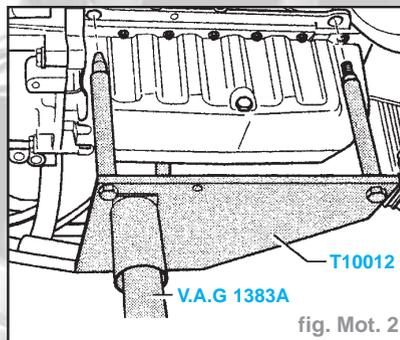

fig. Mot. 2
- Visser le support de moteur **T 10012** avec l'écrou de fixation et la vis **M10 X 25/8.8** à environ **4 daN.m** sur le bloc-cylindres (fig. Mot. 2).